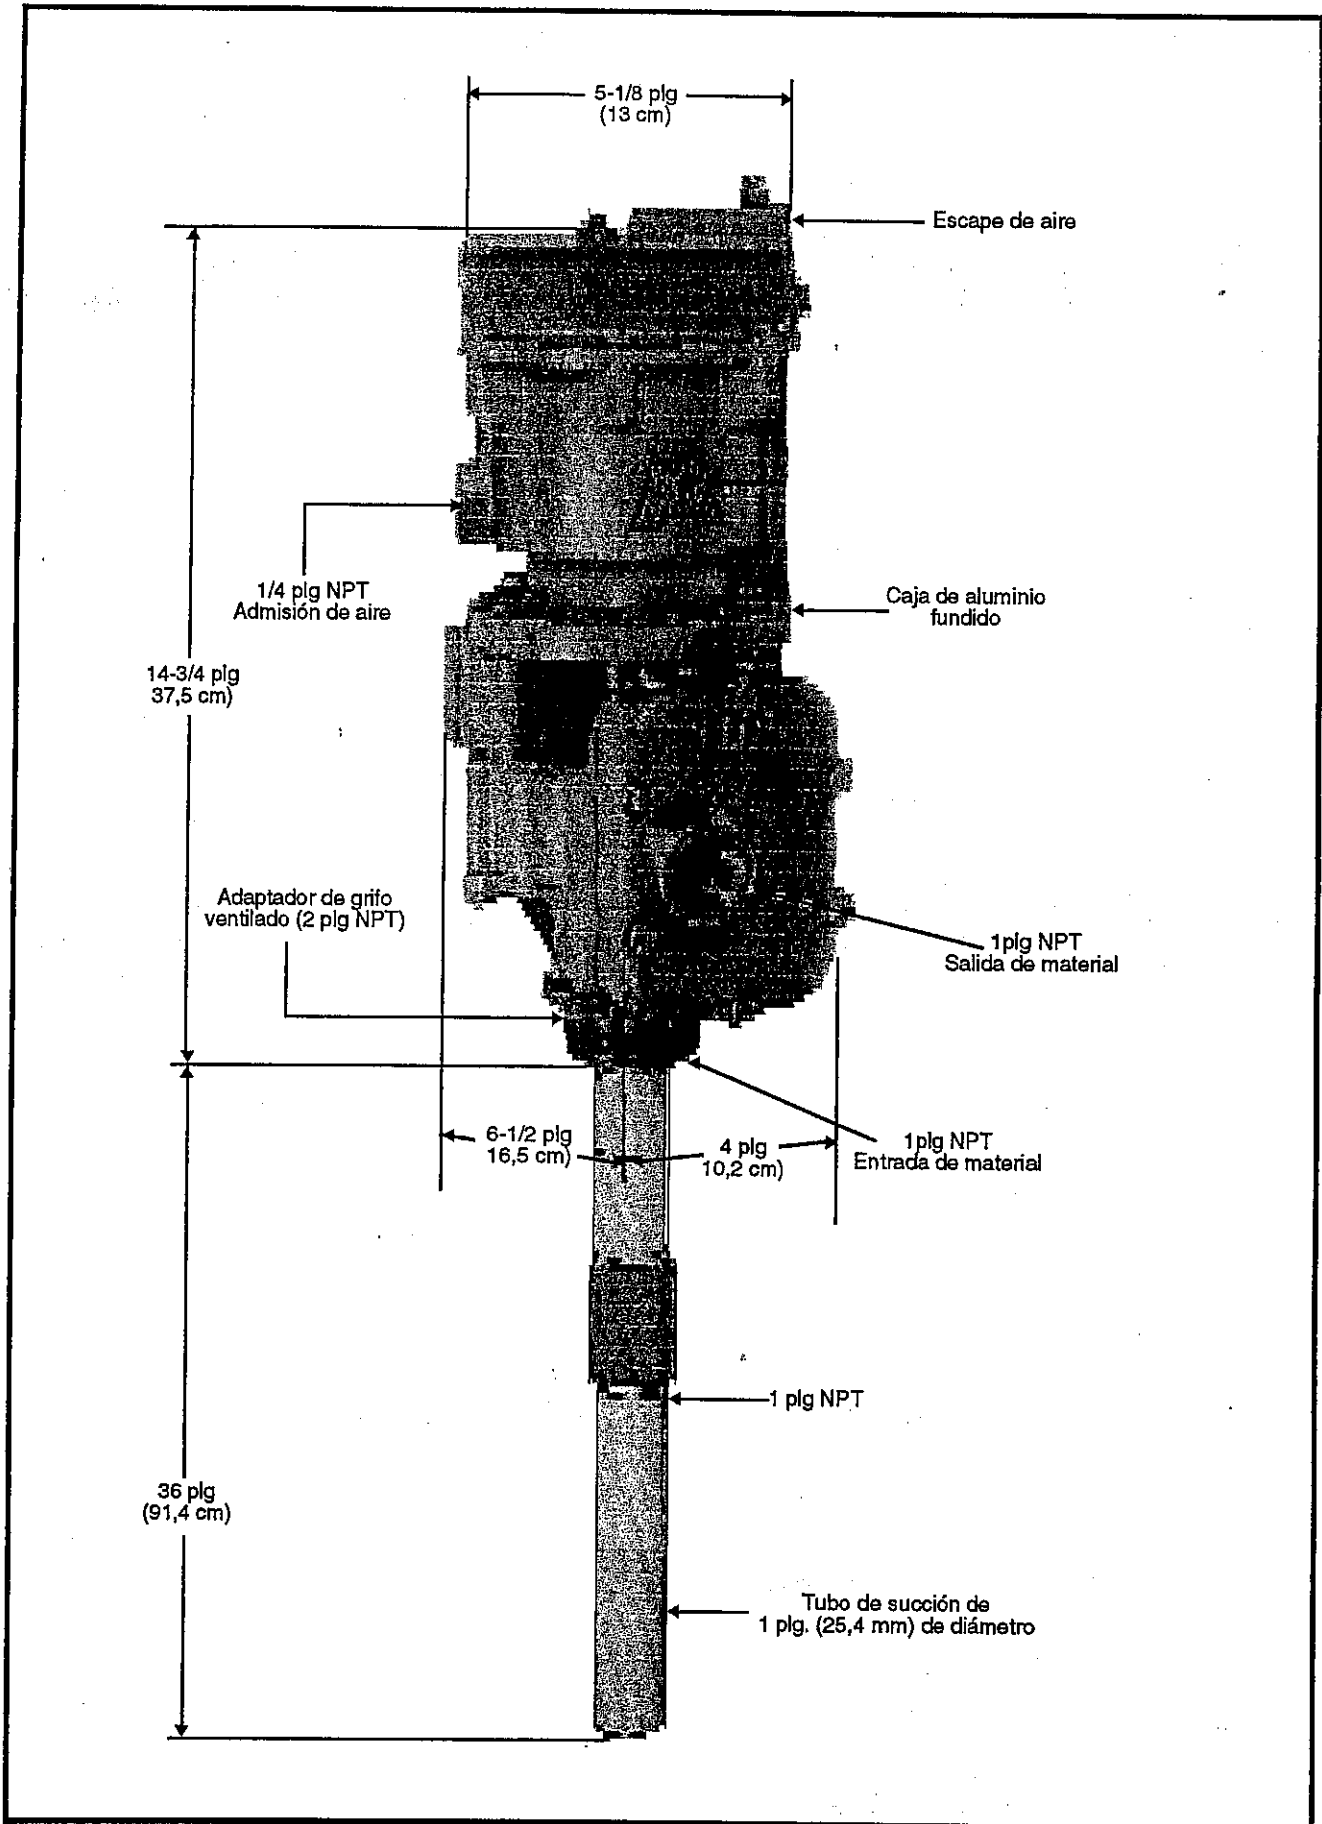

Figura 2: Bomba de trasiego modelo 6799
18. Como uno de los últimos pasos, para mover el adaptador de grifo, afloje los dos tornillos 393490-34 que se encuentran en el adaptador mismo. (figura 2 ó 3).